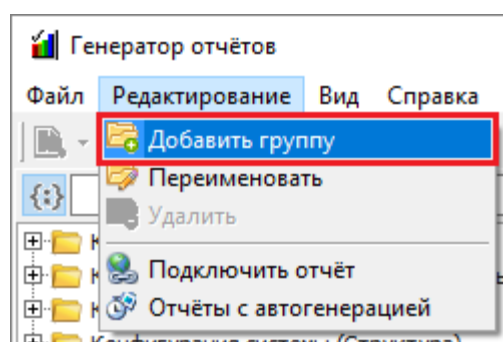

Рисунок 10-280 Добавление новой группы отчетов через меню "Редактирование"
- выберите в меню «Редактирование» (см. п. 10.5.1.2) пункт « Добавить группу» (см. Рисунок 10-280);